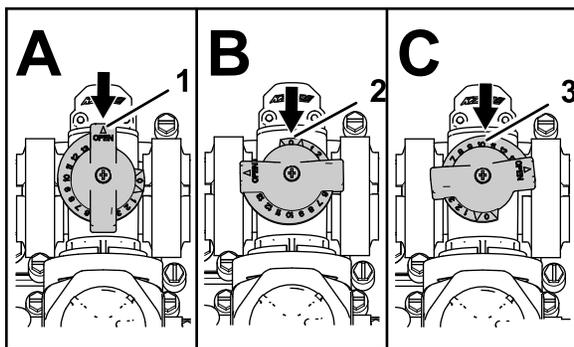

Рисунок 34
- Перепускной клапан перемешивания находится в полностью открытом положении, как показано на Рисунок 34А.
- Перепускной клапан перемешивания находится в закрытом (0) положении, как показано на Рисунок 34В.
- Перепускной клапан перемешивания находится в промежуточном положении (отрегулированном в соответствии с показаниями манометра системы опрыскивателя), как показано на Рисунок 34С.